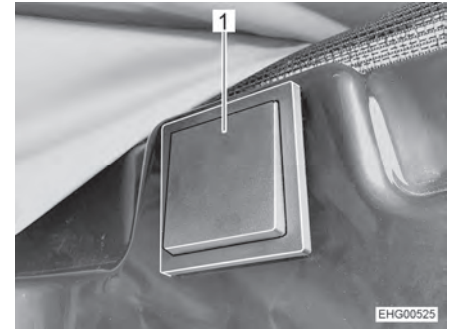

Fig. 56 Pulsador para el desbloqueo eléctrico
El pulsador para el desbloqueo eléctrico (Fig. 56) se encuentra en el lado derecho, en la zona encima de la puerta corredera.
- Pulsar el pulsador (Fig. 56,1) al menos 2 segundos.